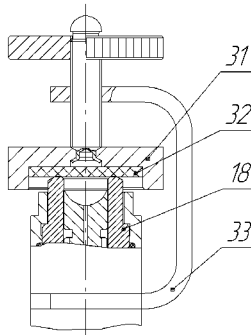

Рисунок 8 – Установка приспособления для проверки герметичности
- заглушить сопло калибратора давлением, прижав к срезу сопла (поз.18, рисунок 8) пластину (поз.31) с резиновой прокладкой (поз.32) с помощью приспособления для проверки герметичности (поз.33) (входит в комплект поставки);
ВНИМАНИЕ: ПОСЛЕ ОКОНЧАНИЯ ПРОЦЕДУРЫ ПРОВЕРКИ ГЕРМЕТИЧНОСТИ, ВО ИЗБЕЖАНИЕ ПОВРЕЖДЕНИЯ МАНОМЕТРА, ПЛАВНО СБРОСЬТЕ ДАВЛЕНИЕ ИЗ КАЛИБРАТОРА ОСЛАБЛЯ ПРИЖАТИЕ ПЛАСТИНЫ (ПОЗ. 31, РИСУНОК 8) ПРИСПОСОБЛЕНИЯ ДЛЯ ПРОВЕРКИ ГЕРМЕТИЧНОСТИ.